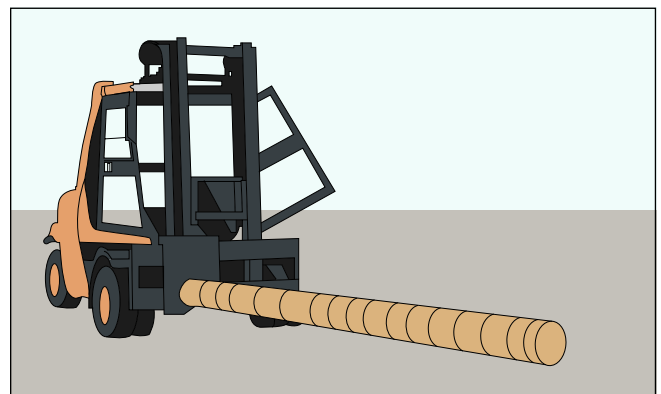

Fig. 15: Détélescopage à l'aide d'une fourche à insérer dans la coque
- Le déconditionnement des coques télescopées doit s'effectuer de préférence dans un lieu approprié et à l'aide d'un chariot élévateur muni d'une fourche recouverte de caoutchouc pour éviter les dommages (Fig. 15). Pour le retrait des coques plus petites, il convient de soulever légèrement la fourche du chariot élévateur, la placer à l'intérieur de la plus petite coque de sorte qu'elle soutienne sa section supérieure et la retirer du lot avec précaution, sans endommager les autres coques.